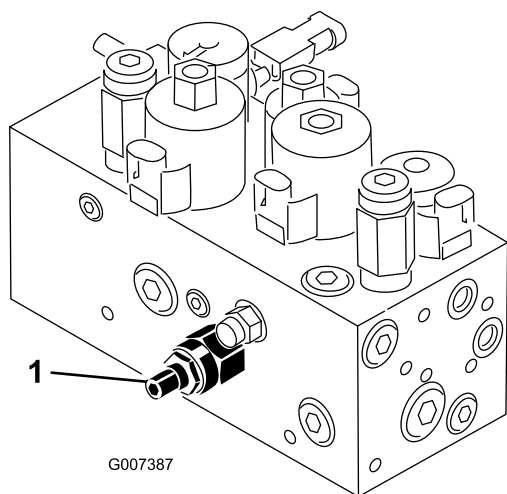

Figure 49
Le circuit de relevage/descente des plateaux de coupe de cette machine est muni d'un régulateur de débit (Figure 49). Celui-ci est réglé en usine. Il faut cependant parfois le régler pour compenser les différences de températures de l'huile hydraulique, de vitesses de tonte, d'accessoires etc. Dans ce cas, procédez comme suit :
1. Soulevez le siège et trouvez le régulateur de débit du cadre de traction central (Figure 49) situé sur le côté du collecteur hydraulique.